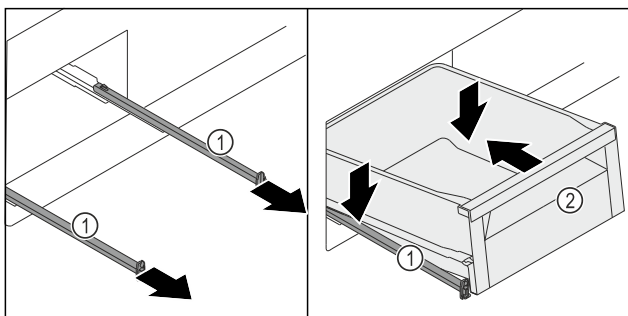

Fig. 135
- ▶ Schienen Fig. 135 (1) herausziehen.
- ▶ Schienen Fig. 135 (1) festhalten und Schubfach Fig. 135 (2) schräg von oben auf den Schienen Fig. 135 (1) aufsetzen.
- ▶ Schubfach Fig. 135 (2) auf den Schienen Fig. 135 (1) bis zum Anschlag nach hinten schieben.